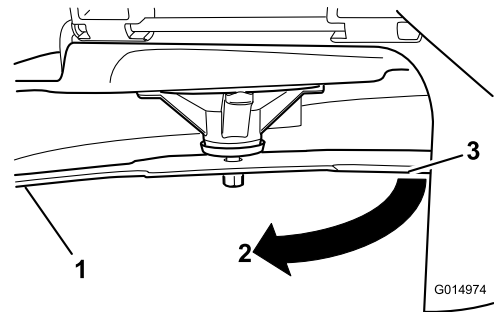

Bild 68
4. Drehen Sie dasselbe Messer um 180 Grad, sodass die andere Schnittkante jetzt in derselben Stellung ist (Bild 68).